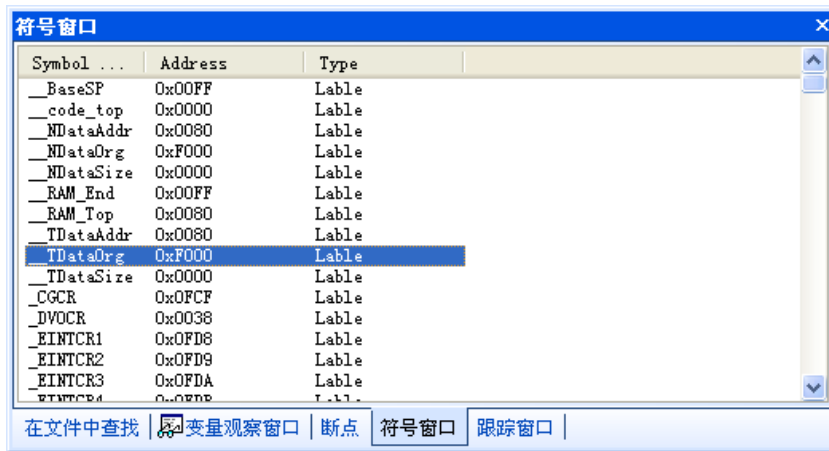

图 4.9 符号窗口
8. 符号窗口- 符号窗口保存着符号表调试信息，符号表中的符号可以直接通过右键菜单添加到观察变量窗口中，并且观察变量以符号表为基础，如果您要确认某个变量名或符号名能否进行观察，您可以打开符号窗口，检查一下该符号是否存在于符号窗口中，如果不存在，那么就无法观察了，请见图 4.9。